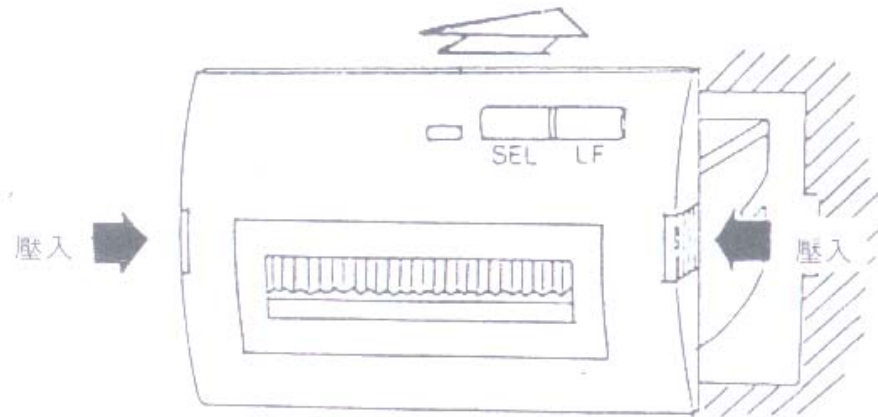

图 2-4 将 TPμP-A 安装在仪器面板上
请按照图 2-4 所示，用手指夹住 TPμP-A 两侧的活动舌头，把整个打印机插入仪器或设备面板的安装孔内，并检查打印机是否已安装牢固。
- (6) 接通打印机的电源, 按 SEL 键, 使 SEL 指示灯灭, 然后再按 LF 键, 使机头转动。这时用手将纸头送入机头下面入纸口处, 纸便会徐徐进入机头, 直到从机头正前方露出为止, 露出应有一定长度。再按一下 LF 键或 SEL 键, 或关上电源。盖好打印机的前盖板, 将打印纸的头从前盖板的出纸口穿出。
- (7) 按图 2-4 将整个打印机装回到仪器的面板上。